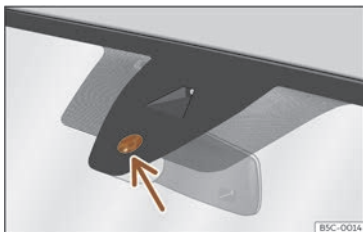

Abb. 83 Sensitive Fläche des Regensensors.
Mögliche Ursachen für Störungen und Fehlinterpretationen *im Bereich der sensitiven Fläche* >>> **(Abb. 83)** des Regensensors sind u.a.:
- **Schmutz:** Trockener Staub, Wachs, Scheibenbeschichtungen (Lotuseffekt) oder Waschmittelrückstände (Waschstraße) können den Regensensor tendenziell unempfindlicher machen oder später, langsamer oder gar nicht mehr reagieren lassen. Die Sensorfläche des Regensensors >>> **(Abb. 83)** (Pfeil) regelmäßig reinigen und die Scheibenwischerblätter auf Beschädigungen prüfen.